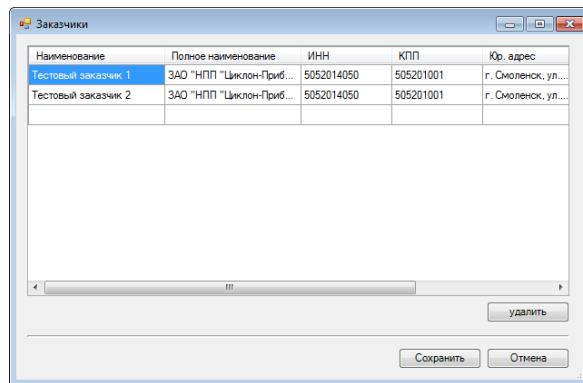

Рис. 16. Диалоговое окно заказчиков
- 1) выполнить команду меню *Проверка → Заказчики* (на экране появится окно «Заказчики» (рис. 16);